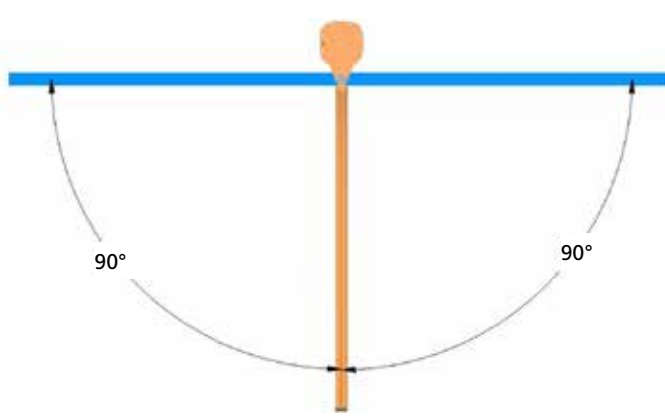

fig.83
2. Essai de planéité du bras à l'aide d'un niveau à bulle. Cela, en tournant le bras à 90° à gauche et à droite (fig. 83).